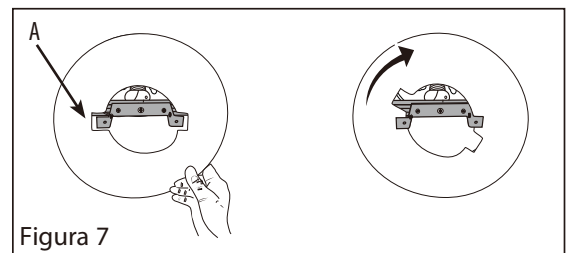

Figura 7
8. Eleve la cubierta protectora de metal (A), gírela y asegúrese de que el soporte de montaje sostenga la cubierta protectora de metal en su sitio (Figura 7).